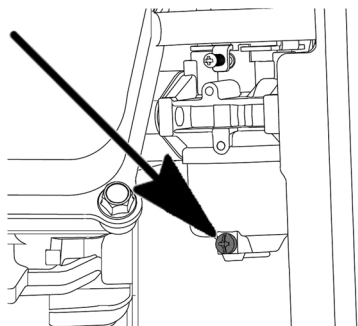

Рис. 24 Слив топлива с карбюратора
2. Выкрутите болт сливного отверстия (Рис. 24) на 2-3 оборота и слейте топливо из поплавковой камеры карбюратора.